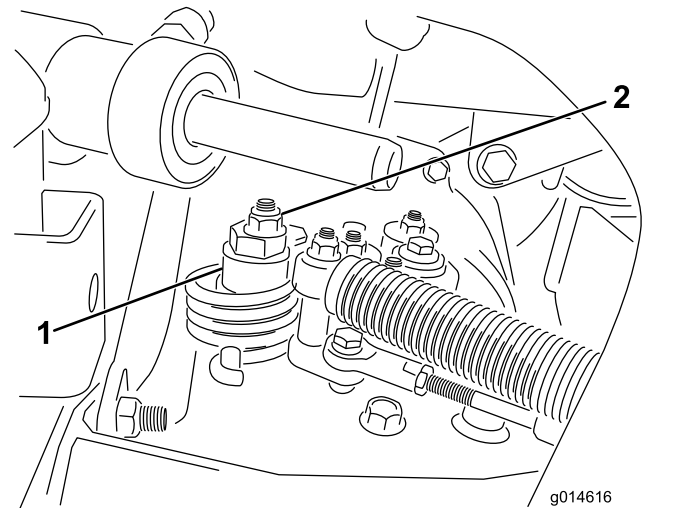

Рисунок 37
- A. Ослабьте контргайку крепления эксцентрика к верхней части гидростата (Рисунок 37).
C. Поворачивайте эксцентрик до тех пор, пока не прекратится медленное вращение колеса в любом направлении. Когда колесо перестанет вращаться, затяните гайку, которая фиксирует эксцентрик и регулировку (Рисунок 37). Проверьте регулировку при положениях дроссельной заслонки МЕДЛЕННО и БЫСТРО.